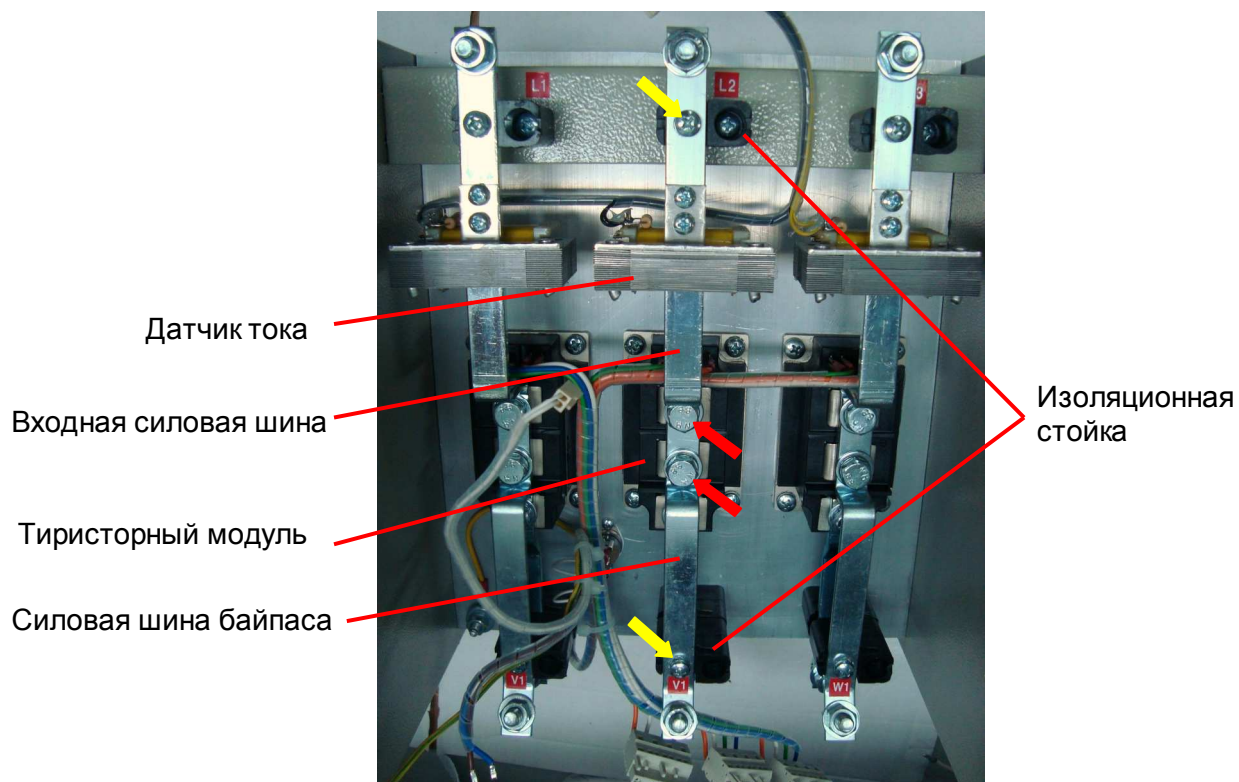

Рис. 7.13
7.5.3. Установить входную силовую шину с установленным датчиком тока и шину байпаса в соответствии с рис. 7.13.
7.5.4. Вкрутить два винта крепления силовых шин к изоляционным стойкам (рис. 7.13, желтые стрелки).
7.5.5. Вкрутить два болта крепления силовых шин к тиристорному модулю (рис. 7.13, красные стрелки).